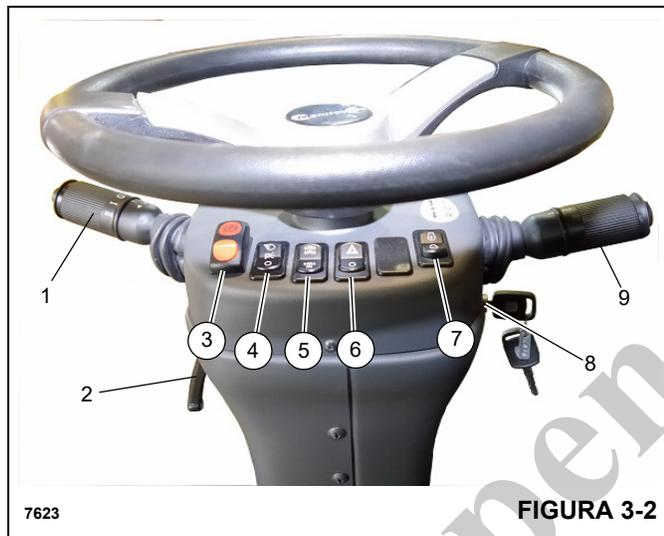

FIGURA 3-2
O conjunto da coluna de direção (5) (Figura 3-1) é uma coluna de direção de pedestal inclinável e telescópica. Ele pode inclinar para trás 30° ou elevar-se verticalmente 60 mm (2.3 pol.). Inclui a chave de ignição e outras chaves de controle (Figura 3-2).
A alavanca da sinaleira direcional e os controles do limpador/lavador do para-brisa (1) (Figura 3-2) localizam-se no lado esquerdo da coluna de direção. Empurrar a alavanca da sinaleira direcional para baixo faz com que a sinaleira esquerda dianteira e a esquerda traseira pisquem. Empurrar a alavanca da sinaleira direcional para cima faz com que a sinaleira direcional traseira direita e a dianteira direita pisquem.
A coluna de controle de direção pode ser girada aproximadamente 30° para trás e erguida cerca de 60 mm (2.3 pol.). Gire a alavanca de controle (2) (Figura 3-2) para baixo para travar a coluna de direção no lugar. Girar a alavanca para cima libera a coluna de direção para ajuste.
A chave de controle do freio de estacionamento (3) (Figura 3-2) localiza-se na dianteira da coluna de direção. Esta chave de duas posições (Liga/Desliga) é usada para acionar e liberar o freio de estacionamento no conjunto motor-transmissão. A luz indicadora vermelha do freio de estacionamento no mostrador acende quando a chave de pressão do sistema de liberação do freio é ativada e o freio é acionado.
A chave dos faróis (4) (Figura 3-2) localiza-se na parte dianteira da coluna de direção. Esta chave de três posições (Desliga/Estacionamento/Farol) controla a operação das luzes dos instrumentos, dos LEDs das chaves e das luzes do marcador na dianteira, traseira e na lateral do guindaste. A chave é iluminada quando a chave estiver nas posições LIGADO ou PARTIDA.
A Chave seletora do eixo de acionamento (5) (Figura 3-2) localiza-se na parte dianteira da coluna de direção e acende quando a chave está na posição LIGADA ou de Partida. Essa chave oscilante de duas posições é usada para selecionar tração em duas rodas (faixa alta) ou tração nas quatro rodas (faixa baixa).
A chave das luzes de perigo (6) (Figura 3-2) localiza-se na dianteira da coluna de direção e é uma chave oscilante de duas posições (LIGADA/DESLIGADA). Quando a chave está na posição LIGADA, as luzes das quatro sinaleiras direcionais e as luzes indicadoras da sinaleira direcional na coluna de direção piscam ao mesmo tempo.
A chave de incremento/decremento (7) (Figura 3-2) é uma chave temporária de três posições em que a posição central fixa é a posição desligada. Use essa chave para ajustar a rotação do motor (rpm). Pressione a parte superior ou inferior da chave de incremento/decremento para aumentar ou diminuir a marcha lenta baixa do motor.
A chave de ignição (8) (Figura 3-2) localiza-se no lado direito da coluna de direção e sob a alavanca de câmbio (9). O controle é acionado por uma chave e possui três posições: DESLIGADO [0], FUNCIONAR [1] e PARTIDA [2].
A alavanca de câmbio (9) (Figura 3-2) localiza-se no lado direito da coluna de direção. A alavanca de controle aciona a válvula seletora da transmissão eletricamente. Posicionar a alavanca para cima aciona o avanço e posicionar a alavanca para baixo aciona a ré. Quando a alavanca está em neutro, ela permanece em um recorte. Para movimentar a alavanca para cima ou para baixo, puxe primeiro a alavanca para cima. Para mudar a transmissão para primeira, segunda ou terceira marcha, gire o botão para 1, 2 ou 3.